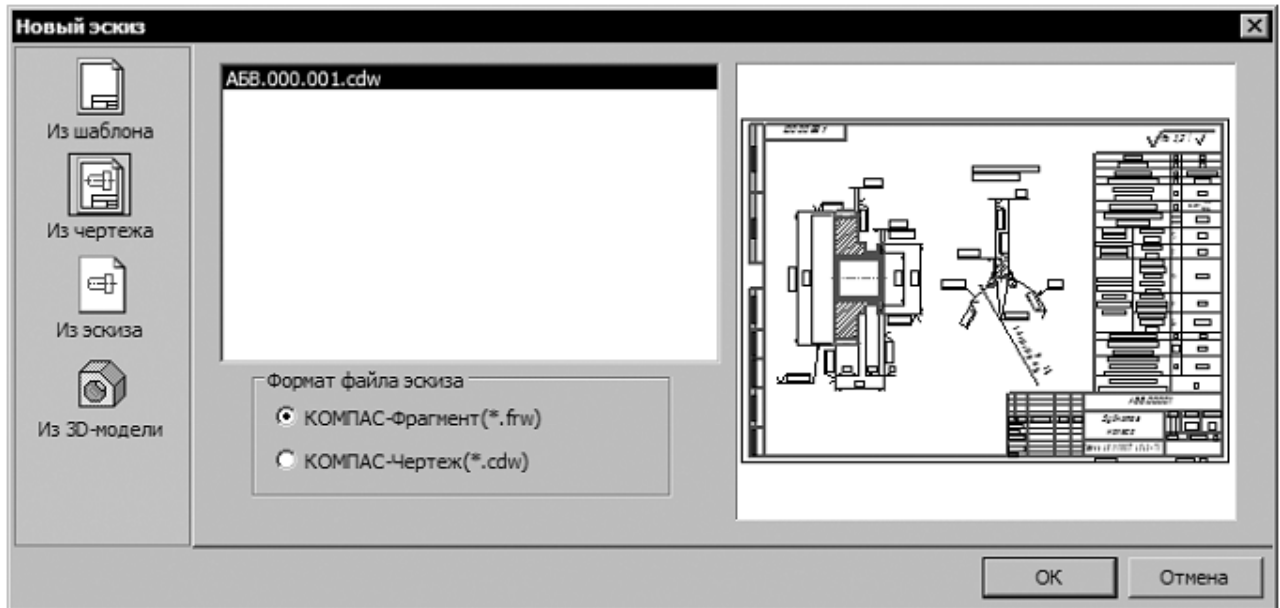

Рисунок 18
11. В открывшемся окне **Новый эскиз** установите курсор на названии чертежа. Для упрощения выбора окно в правой части показывает содержимое чертежей (рис. 18). Внизу можно выбрать формат эскиза – это может быть фрагмент с расширением *.frw или чертеж с расширением *.cdw. Оставьте формат фрагмента по умолчанию и нажмите кнопку **ОК**.